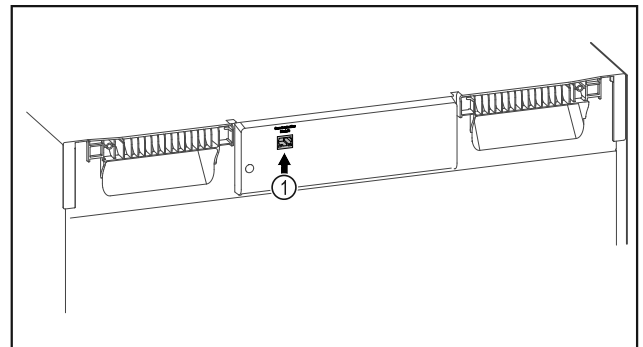

Fig. 127
- Използва се SmartModule Fig. 127 (1).